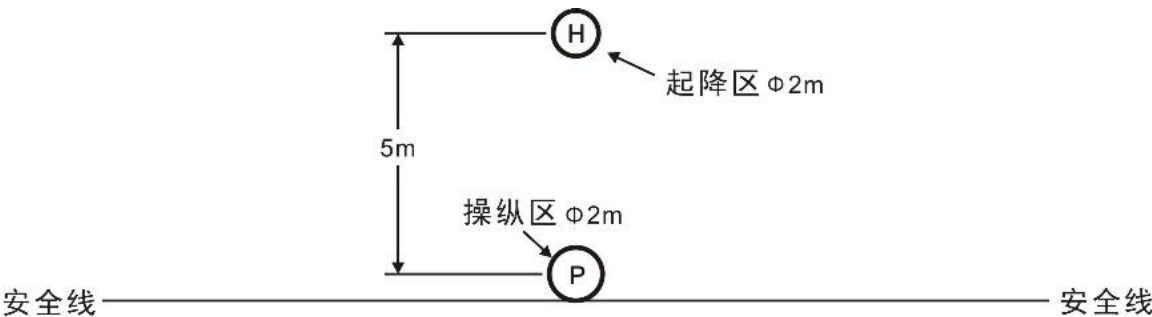

图 F.8 遥控模型直升机场地要求示意图
F.3.1.3.3 测试场地操纵区、起降区、飞行区等尺寸见示意图 F.8。